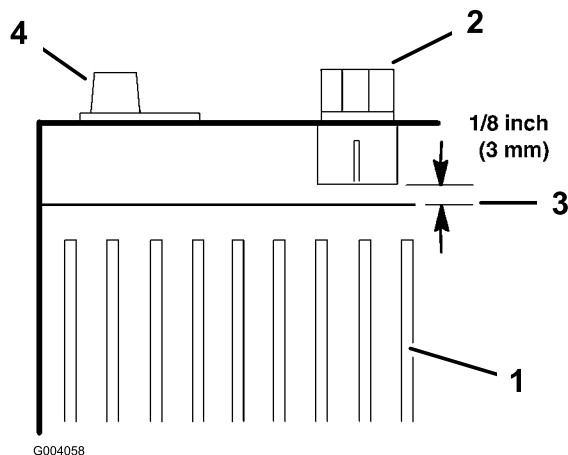

図 28
7. 電解液の量が給水口の下端から 3 mm 程度になるように蒸留水を補給する（図 28）。